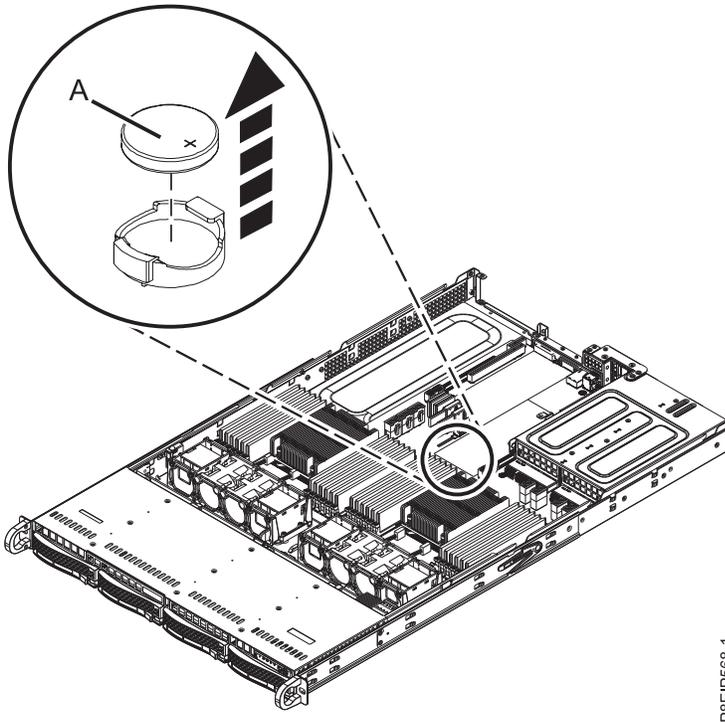

Figura 88. Local da Bateria do Relógio
3. Remova a bateria do relógio (A) conforme mostrado na Figura 88 na página 73. Ao remover a bateria, não utilize uma ferramenta metálica para desencaixá-la de seu slot.